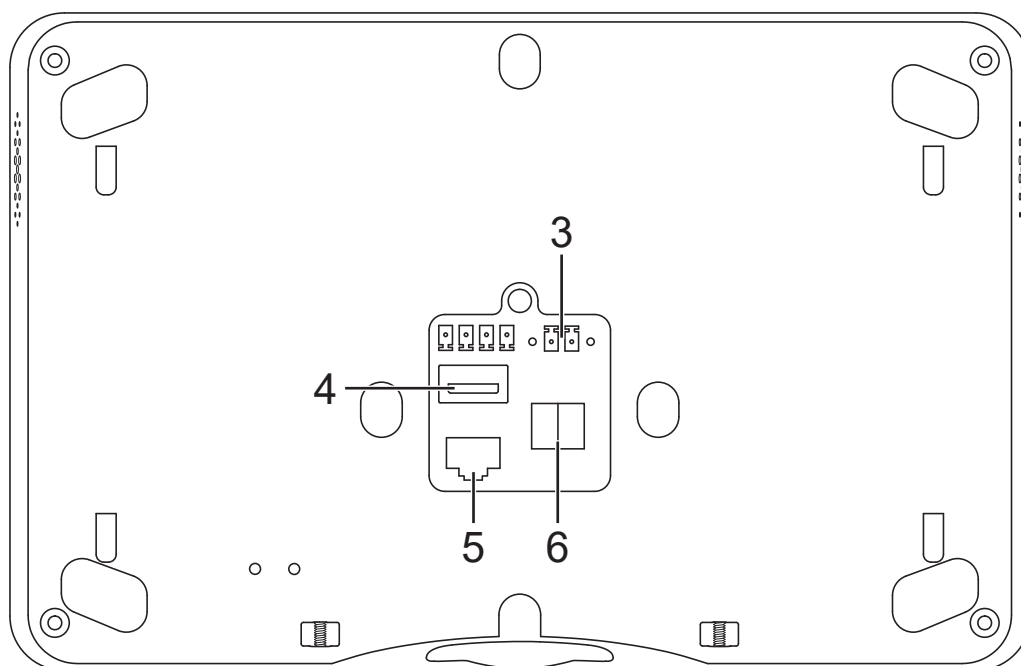

Рис. 3: Подключение
- Подключите блок питания (3) и устройство KNX (6). (рис. 3)
- Дополнительно подключите LAN (5).